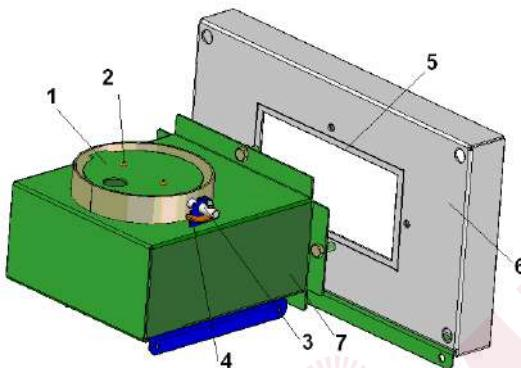
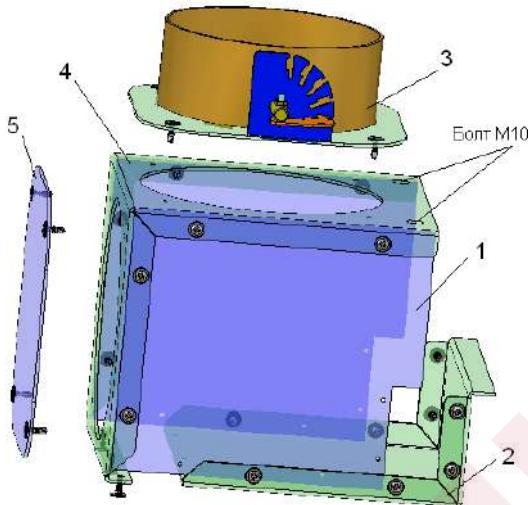

Рис.3 Дымоход котлов КС-Т/Г/ТП-12-12р-12/16S
Рис.6 Дымоход котлов КС-Т -11; КС- Т-15; КС-Т-11р, КС-Т-15р, КС-Т-11п, КС-Т-15п
5.3.1 Котлы транспортируют со снятым дымоходом, поэтому перед эксплуатацией необходимо дымоход собрать (**рис. 3,4,4.1,5,6**).
Рис.3 : установить заслонку **1**, закрепив на оси **3** двумя винтами M4x10 **2**. Фиксатор **4** закрепить на оси **3** винтом M4x20 и гайкой M4. Между желобом **7** и основанием **6** установить Набивку АС 6x6 **5**.
Рис.6: вставить боковины 1 в дно 2, закрепить предварительно винтами-саморезами. Сверху надеть крышу 4, закрепить предварительно винтами-саморезами. Трубу 3 и опору 5 можно поменять местами. Теперь окончательно затянуть все винты-саморезы. Установить дымоход на заднюю поверхность котла, закрепив 4-мя болтами М10 с шайбами (**рис.3, 4, 4.1, 5**) или 2-мя болтами М10 (**рис.6**).